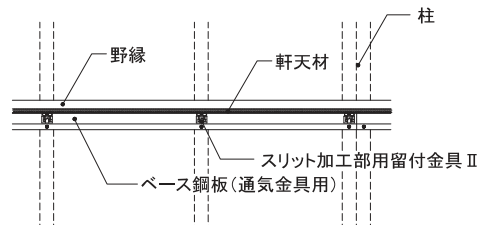

図3 スリット加工部用留付金具Ⅱの施工位置
- スリット加工部用留付金具Ⅱをツメが上がった状態で、軒天下のベース鋼板に500mm以下の間隔で専用ビス(ステンレススネジφ4.5mm×10mm)を用いて留め付けてください。(図3、4、5参照)